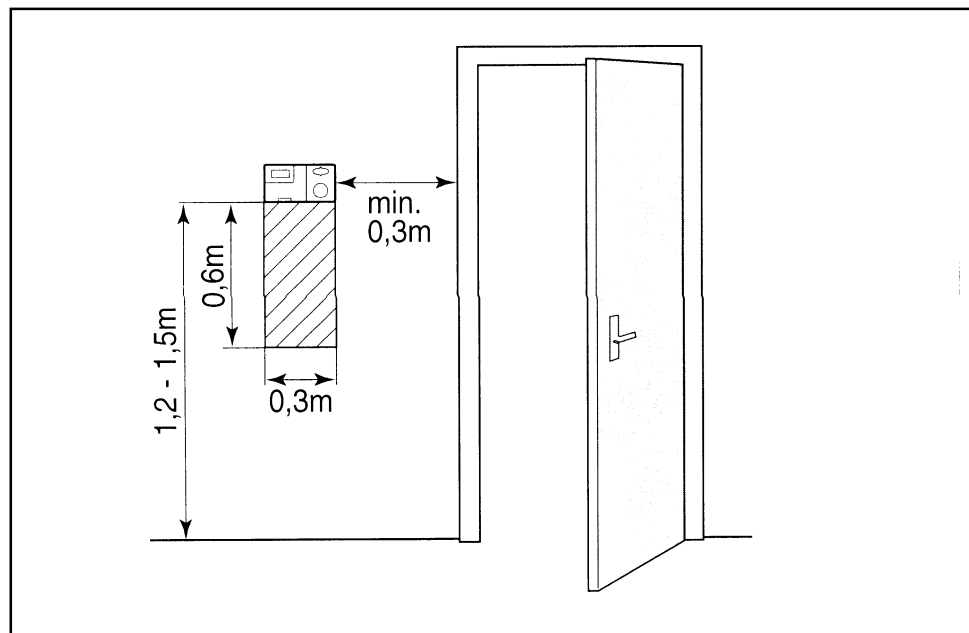

Рис.8. Рекомендуемое место для монтажа регулятора ТА 270.
- Необходимо достаточное пространство над и под регулятором для циркуляции воздуха через вентиляционные отверстия (заштрихованная площадь на рис.8).